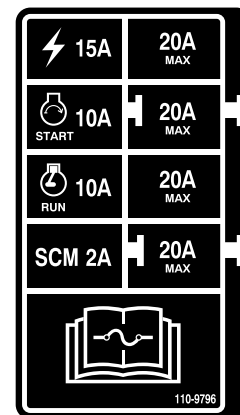

Figure 78
**Important:** Si vous devez remplacer un fusible, utilisez toujours un fusible de même type et de même intensité que celui d'origine, car vous pourriez sinon endommager le système électrique. Reportez-vous au schéma et à l'intensité de chaque fusible sur l'autocollant apposé près des fusibles (Figure 78).